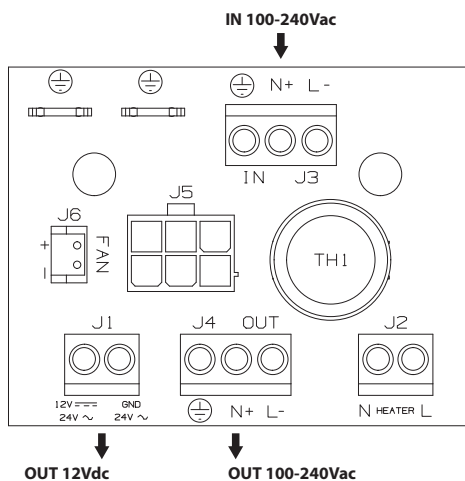

Fig. 02
Inserire il connettore a 6 poli del cavo dell'alimentatore (04) nel corrispondente connettore (05) sul circuito di appoggio indicato con J5 (Fig. 02).